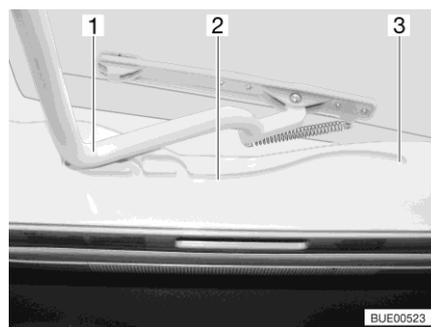

Fig. 81 Glissière (lanterneau Heki)
- Tirer l'étrier (Fig. 81,1) dans les glissières (Fig. 81,2) jusque dans la position la plus reculée (Fig. 81,3).
- Pousser l'étrier (Fig. 81,1) légèrement vers le haut avec les deux mains.
- Tirer l'étrier dans les glissières (Fig. 81,2) jusqu'à la position souhaitée.